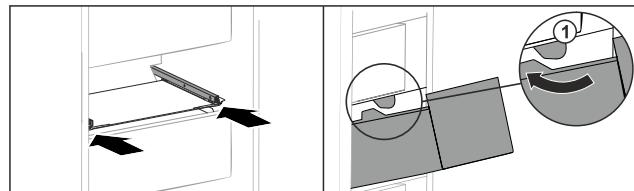

Fig. 151
- Predal speljite okrog zaustavljalnikov Fig. 151 (1).